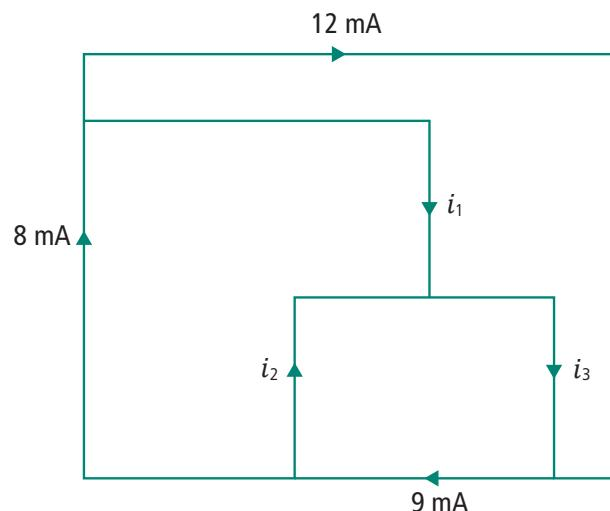

Figura 7.11: Representação de correntes para uso da Lei de Kirchhoff das Correntes
- Use a lei dos nós para obter as correntes i_1 , i_2 e i_3 no circuito mostrado na Figura 7.11.